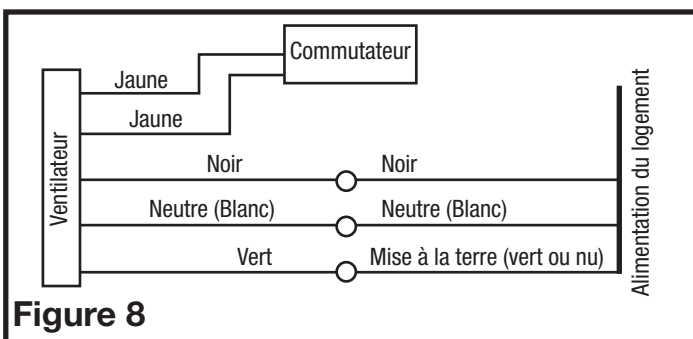

Figure 8
2. Pour les ventilateurs à deux vitesses, raccordés pour une ventilation continue. Connectez le fil blanc du ventilateur au fil blanc (neutre) de la source d'alimentation. Connectez le fil de terre de la maison au fil vert du boîtier du ventilateur. Connectez le fil noir du ventilateur au fil noir (chaud) de la source d'alimentation. Utilisez un interrupteur à bascule standard duplex, correctement mis à terre, pour relier le fil jaune chaud du ventilateur à l'entrée de l'interrupteur. Connectez le deuxième fil jaune du ventilateur au côté de sortie du commutateur. Fermer l'interrupteur changera la vitesse de normale à haute vitesse (Figure 8).